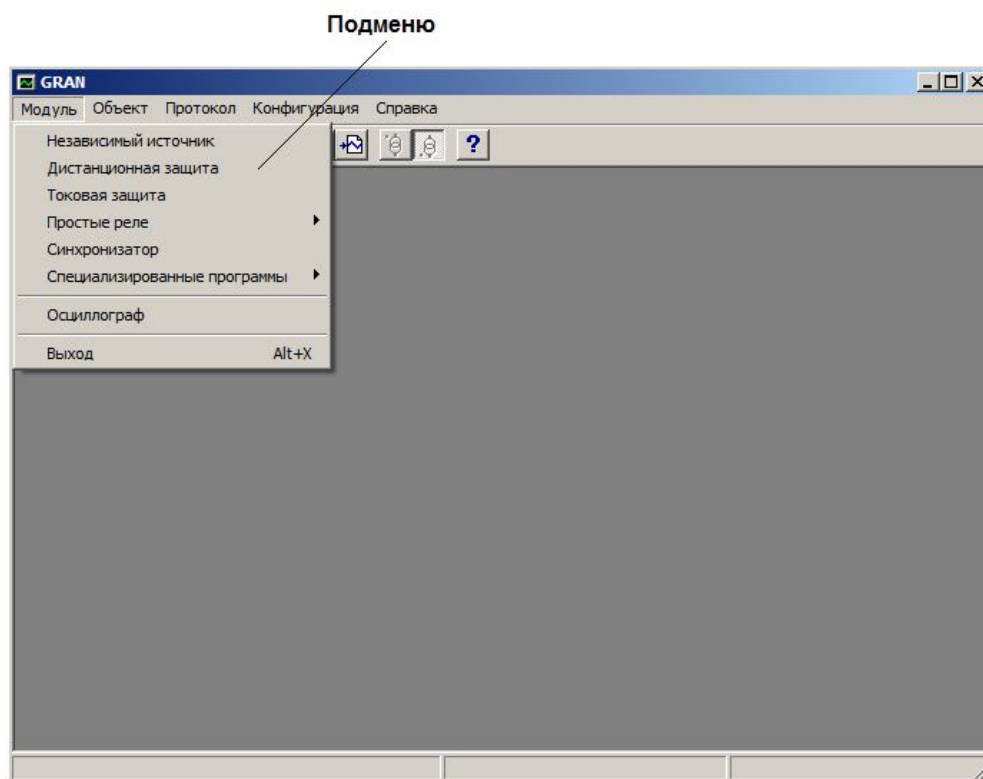

Рис. 1.2. Подменю главного меню программы
**Главное меню** – набор пунктов меню, каждый из которых содержит подменю с набором команд (рис. 1.2). Управление главным меню может осуществляться с помощью "мыши" или с помощью клавиатуры. Для того, чтобы выбрать нужный элемент меню, к нему необходимо подвести курсор и нажать левую клавишу "мыши". С помощью клавиатуры управление осуществляется следующим образом. Сначала нажимается клавиша **<F10>**, после этого с помощью клавиш со стрелками выбирается нужный пункт или команда меню и нажимается клавиша **<Enter>**. Кроме того, некоторые команды можно выполнить непосредственно, используя клавиши быстрого вызова. Если команда может выполняться с помощью клавиши быстрого вызова, тогда название этой клавиши или комбинации клавиш будет отображаться справа от названия пункта меню, например, **"Выход Alt+X"** (рис. 1.2).